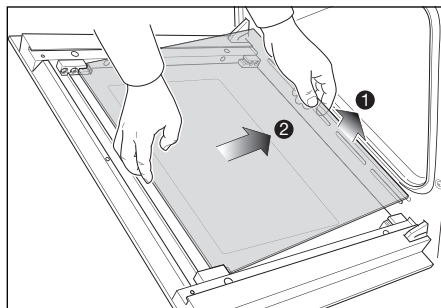

Fig. 45c
- Soulevez doucement le bord inférieur de la vitre (flèche 1 sur la Fig. 45c) et retirez-la en la dégageant des pinces supérieures (flèche 2 sur la Fig. 45c).